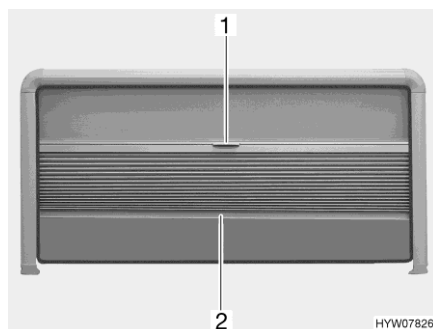

Fig. 63 Estor plegable y mosquitera enrollable (ventana abatible)
- Coger el estor plegable por el centro de la tablilla final (Fig. 63,2) y tirar con cuidado hacia abajo.
- Sujetar la tablilla final (Fig. 63,2) del estor plegable por el centro y empujar el estor plegable cuidadosamente hacia arriba.
- Tirar hacia abajo la mosquitera enrollable (Fig. 63,1) mediante el tirador.
- Empujar completamente hacia arriba la mosquitera enrollable (Fig. 63,1) mediante el tirador.